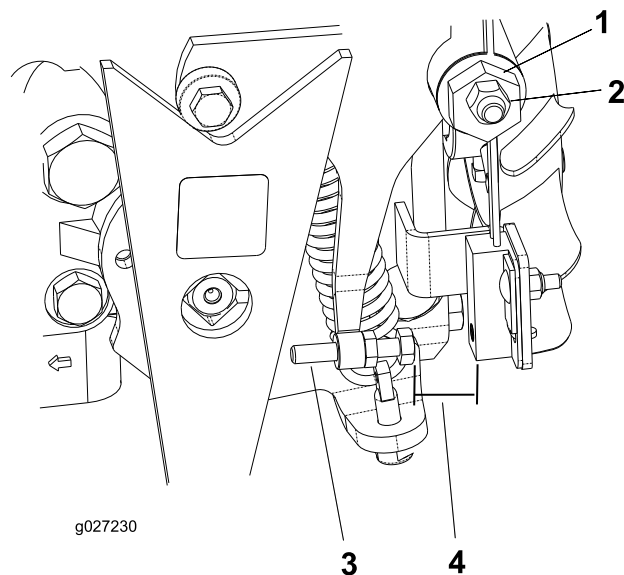

Figura 35
4. Allentate il dado di bloccaggio sulla camma di regolazione della trazione (Figura 35).
5. Avviate il motore e girate in entrambe le direzioni l'esagono della camma (Figura 35) per stabilire la posizione centrale del range di folle.
3. Regolate la vite fino a ottenere un traferro di 0,8–2,3 mm; fate riferimento a Figura 35.